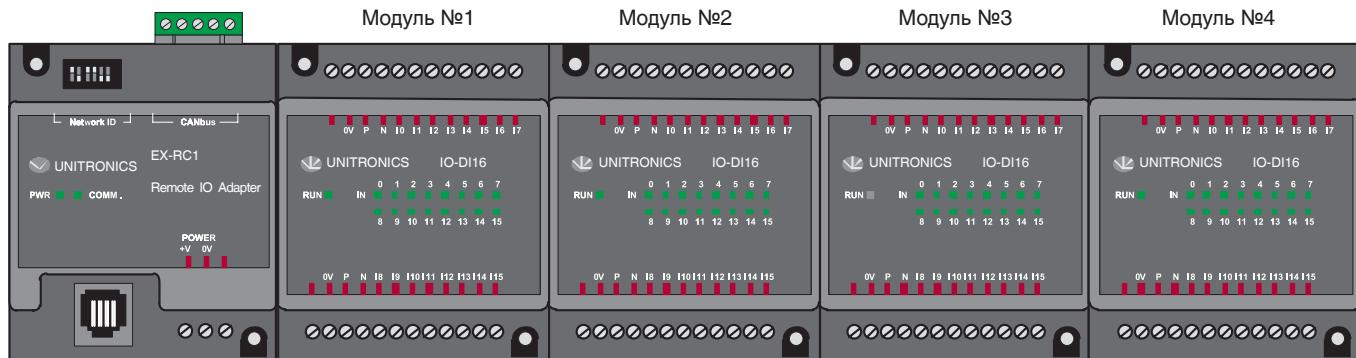

Рис. 37
**Диспетчерский блок дискретных входов DBDI (рис. 37)** состоит из модулей: